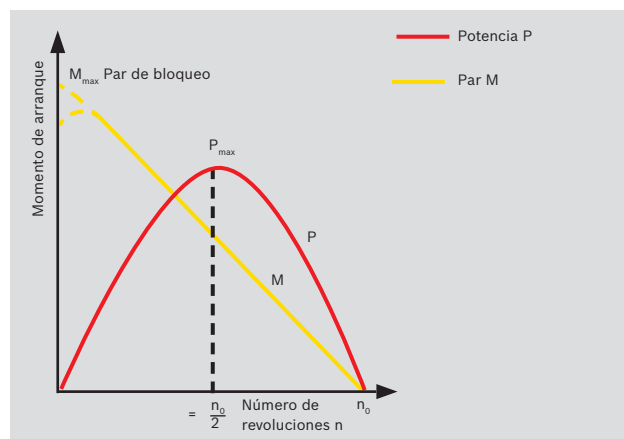

Fig. 1 Curvas características de un motor neumático
- ▶ El motor neumático siempre presenta un comportamiento ventajoso en cuanto a par de apriete en diferentes aplicaciones. Con el aumento de la carga y la reducción del número de revoluciones, el par de apriete aumenta hasta un máximo en parada (fig. 1), lo que se aprovecha por ejemplo en los atornilladores.